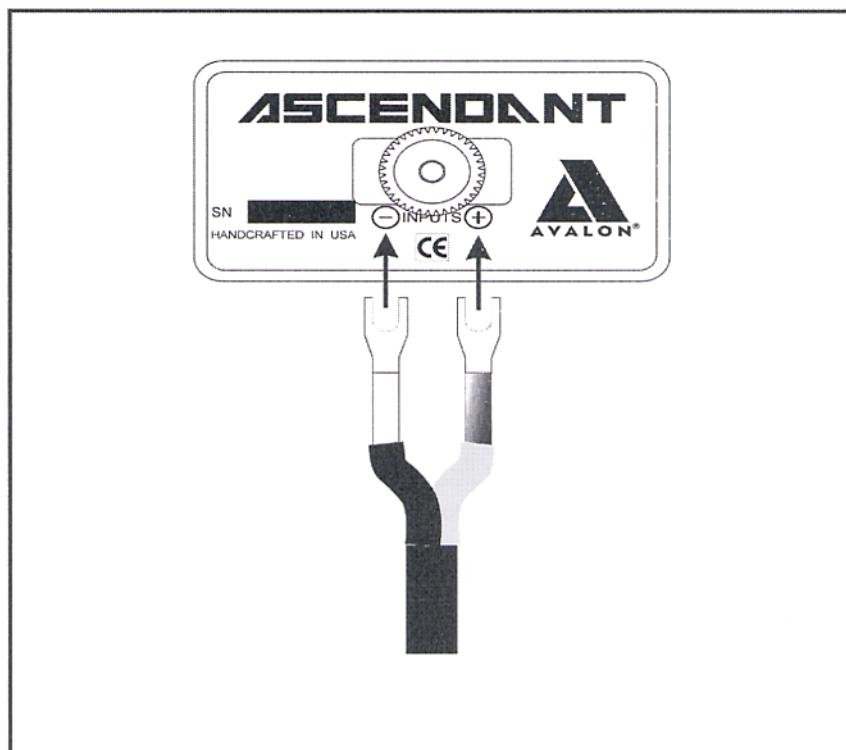

図5.1 スピーカーとアンプをスタンダード(シングル)ワイヤリングで接続したところを、下から見た場合。
2. スピーカーケーブルをスピーカーの背面にあるターミナルブロックに接続します。(図5.1参照) プラス / マイナス極が正しくつながれていることを、確かめてください。